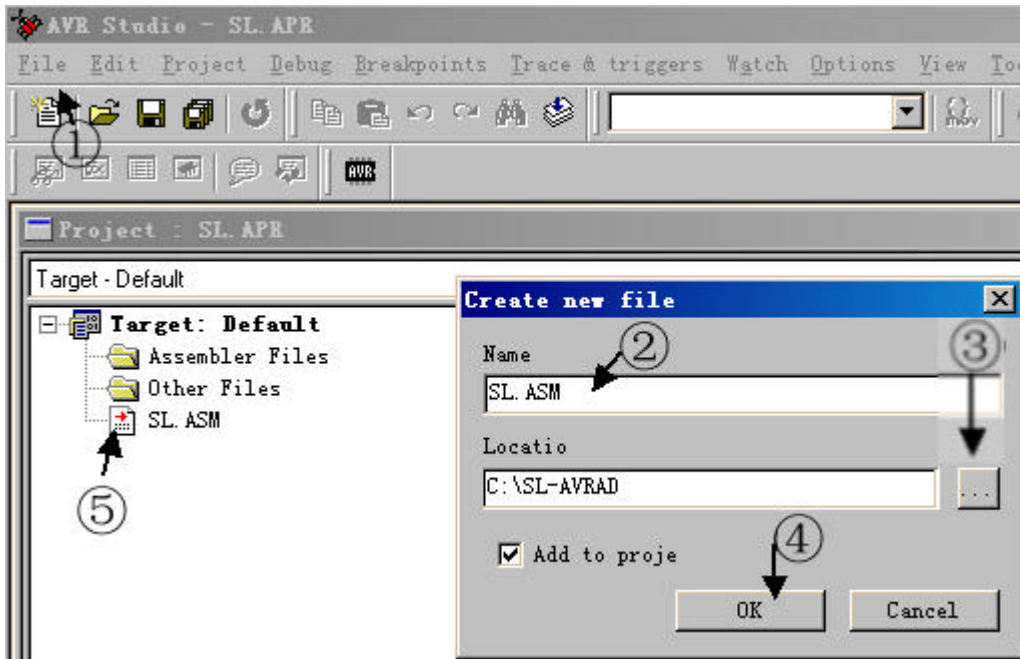

图 10
- ① File→New text file→出现新建文件窗口Create new file; ②输入汇编文件名,例:SL.ASM; ③选择存放路径; ④键OK键; ⑤即源文件添加到工程项目中,并出现新的源文件编辑窗口,可编辑新的源程序, 图 10。